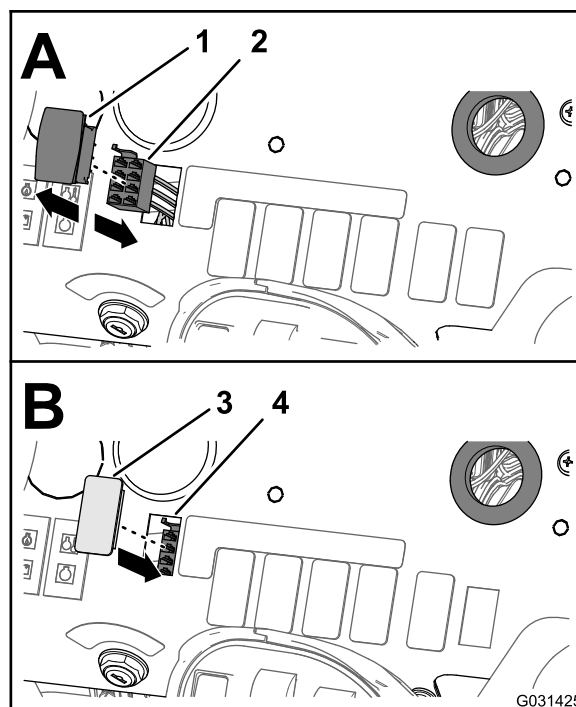

Bild 60
2. Ziehen Sie den 8-Buchsen-Stecker des vorderen Kabelbaums der Maschine (mit RATE SWITCH beschriftet) vom 8-Stift-Stecker des Schalters ab (Bild 60).
4. Fluchten Sie die Schalterblende mit der Öffnung im Armaturenbrett aus, von der Sie den Dosierungsschalter entfernt haben (Bild 60).
5. Setzen Sie die Schalterblende in das Armaturenbrett Schaltkasten ein, bis die Blende richtig in der Abdeckung einrastet (Bild 60).
1. Drücken Sie unter dem Armaturenbrett der Maschine die Verriegelungsnasen des Dosierungssteuerschalters zusammen und drücken Sie den Dosierungssteuerschalter aus dem Armaturenbrett heraus (Bild 60).